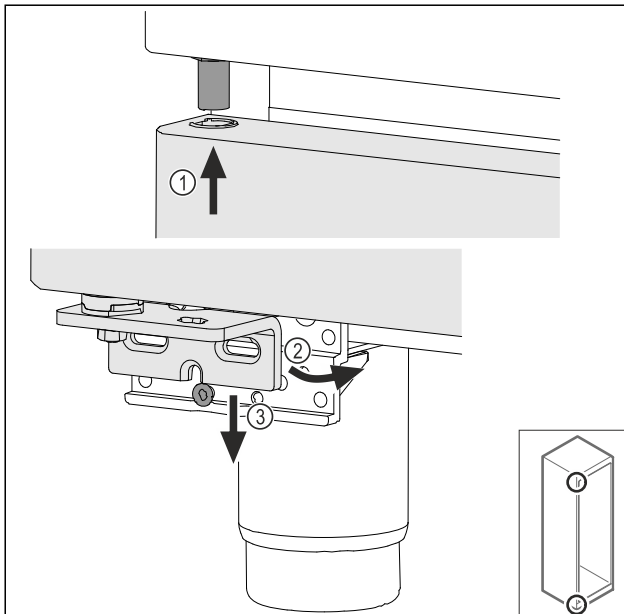

Fig. 47
- ▶ Enfiler la porte légèrement inclinée en haut Fig. 47 (1), redresser la porte Fig. 47 (2) et la poser en bas sur la vis du support de palier Fig. 47 (3).